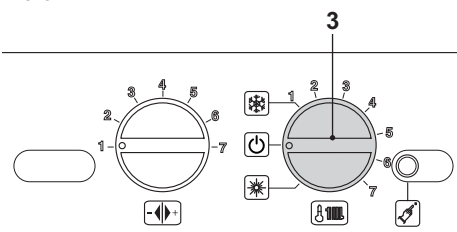

Fig. 6.9
- Apague la caldera poniendo el selector de función 3 en la posición  como en la Fig. 6.9.